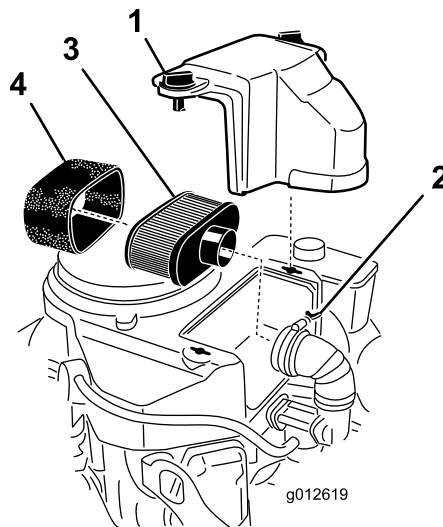

Figura 42
3. Pulite intorno al filtro dell'aria per evitare che la morchia possa penetrare nel motore provocando gravi danni (Figura 42).
4. Svitare le manopole del coperchio e rimuovete il coperchio del filtro dell'aria (Figura 42).
5. Allentate la fascetta stringitubo e rimuovete il gruppo filtro dell'aria (Figura 42).
6. Tirate via con cautela l'elemento in schiuma sintetica dall'elemento di carta (Figura 42).
1. Pulite l'elemento di carta picchiettandolo delicatamente per rimuovere la polvere. Se è molto sporco, sostituite l'elemento di carta con un elemento nuovo (Figura 42).
1. Infilate con cautela l'elemento in schiuma sintetica sull'elemento di carta (Figura 42).
2. Collocate il gruppo filtro dell'aria sull'apposita base o flessibile e fissatelo (Figura 42).
3. Posizionate la copertura del filtro dell'aria e serrate la manopola di copertura (Figura 42).